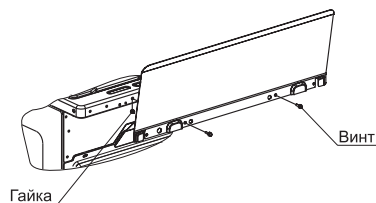

рис. 2
- **Установка щитка.** Установку щитка производить путем крепления к столу двумя винтами и гайками (см. рис. 2). Винты и гайки для крепления щитка находятся в пакете с комплектующими.